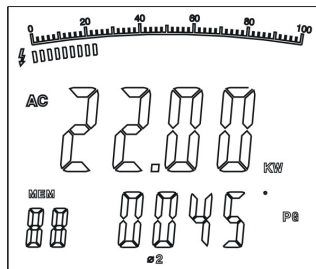

Figure 9
2. Après avoir enregistré la mesure de la puissance de courant de la première phase, appuyez sur SEL pour choisir  $\text{②}$ . Le double écran montre la valeur KW de puissance active et la valeur PG biphasée, comme sur la figure 9.